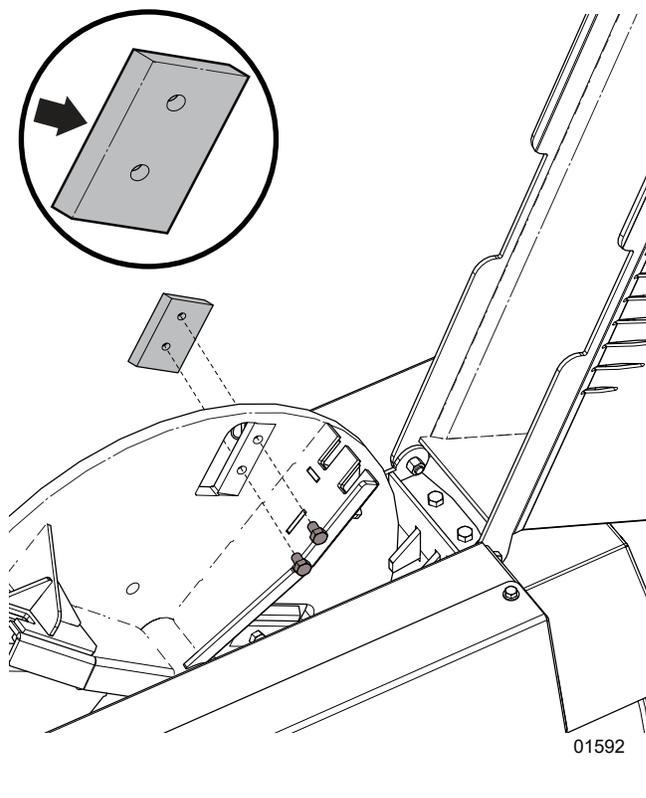

Figure 56—Installer un couteau de rotor
10. Placez le couteau du rotor dans le logement et installez les fixations du couteau du rotor. Voir la *Figure 56 à la page 75*.